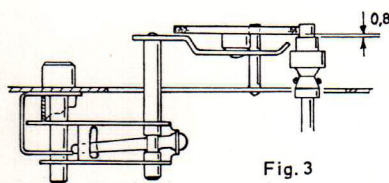

Fig. 3
Svajning kan orsakas av oplana skivor. Den kan även uppstå, om det råkar komma olja på motorns drivrulle eller mellanhjulets och skivtallrikens drivande resp drivna delar. Kontrollera också att mellanhjulets höjd är riktigt injusterad mot motorns drivrulle, så att det ej berör närliggande steg. Justera höjden, om så är nödvändigt enl fig 3.
Drivrullen, som har ett mycket litet spel till motoraxeln, kan någon gång fastna på denna så att den inte utan vidare kan tagas loss. Om detta skulle hända då man vill byta rulle, värm då försiktigt på rullens undre del i omkring 30 sekunder med en liten lödkolv, och rullen kommer lätt att gå bort. Använd denna metod även då ny rulle påsattes, om denna skulle gå trögt, men var alltid försiktig så att inte mellanhjulet eller någon kabel förstörs. När rullen är på rätt plats, skall den ha det förhållande till mellanhjulet som visas i fig 3.
Mellanhjulets läge inställes genom att justera med stålfjäders (1) fig 3. Hjulet skall justeras mot motordrivrullens avsats så att klarningarna blir enligt samma figur.